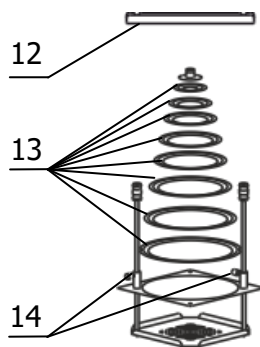

Рисунок 5 — Корзина
2.2.12 Поднять дно корзины в крайнее верхнее положение с помощью съемной ручки 12 (рисунок 5) и зафиксировать крепежными винтами 14. В зависимости от диаметра термостатируемого сосуда установить необходимое количество концентрических колец 13 и поместить сосуд в корзину. Положение колбы можно зафиксировать, надев на ее горловину кольцо подходящего диаметра.